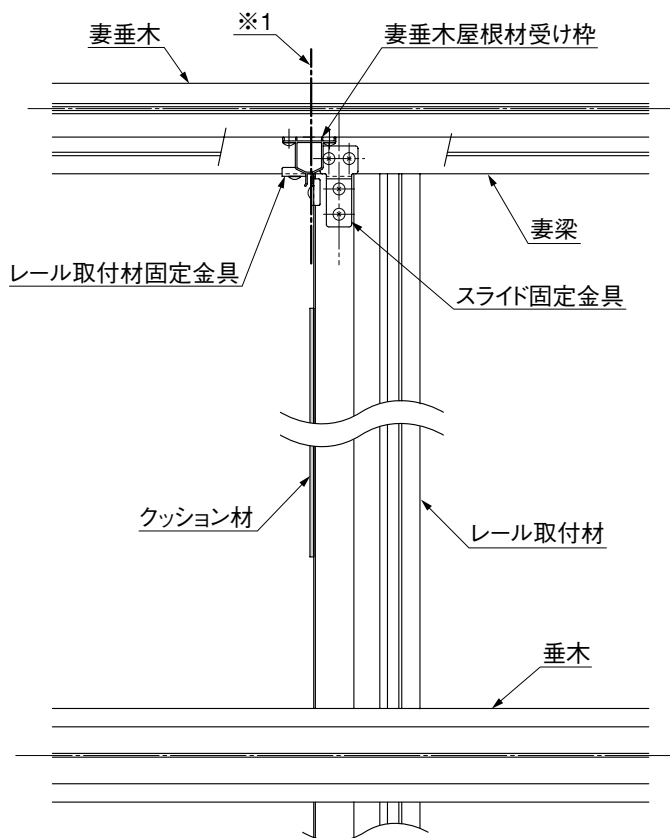
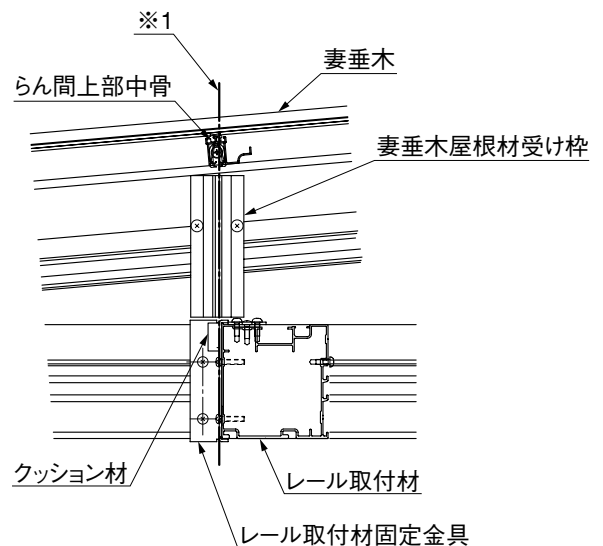

図11-2
図11-3
- ① レール取付材固定金具と妻垂木屋根材受け枠の位置を合わせて取付けてください。(※1) (図11-2、図11-3参照)
- ② クッション材をレール取付材の垂木間(妻垂木間)中央部に張付けてください。(図11-3参照)